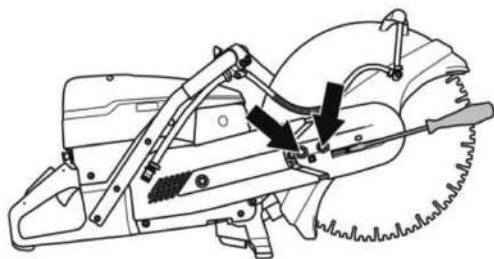

Рис. 53
Ослабьте болты крепления съемной головки, указанные стрелками на рис.53. Шестикранный отверткой или шестигранным ключом отрегулируйте натяжение ремня натяжным винтом. Для натяжки крутите винт по часовой стрелке, для ослабления – против.
1. Ослабьте болты крепления съемной головки, указанные стрелками на рис.53. Шестикранный отверткой или шестигранным ключом ослабьте натяжной винт, вращая его против часовой стрелки.